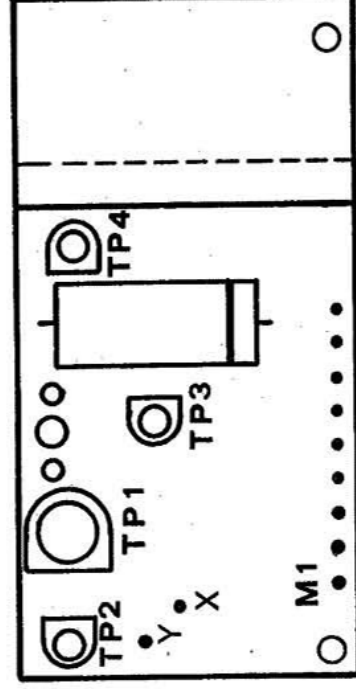

BILD 5
gemessen zwischen M 1 (—) und C 19 (+) Bild 5
gemessen zwischen M 1 (—) und B (+) Bild 5
5. Eingestellt wird diese Dreiecksspannung mit TP 4. (Bild 5)
Balken gelten für 331/3, die unteren für 45 Umdrehungen.) Wenn das nicht der Fall ist, stellen Sie die richtige Tourenzahl mit dem TP 3 ein. (Bild 5)
Im Fall A das Trimpotentiometer TP 1 (Bild 5) von unten um etwa  $90^\circ$  bis  $120^\circ$  im Uhrzeigersinn drehen, das Gerät einschalten und TP 1 langsam im Gegenzeigersinn verstellen, bis das Gerät ausschaltet.
c) **Neueinstellung:** Voltmeter anschliessen, Minuspol an M 1, Pluspol an X auf der Prüfplatte. Gerät einschalten (Tourenzahl  $33\frac{1}{3}$  U/min.). Tonarm auf Anfang des Feldes mit Auslaufrillen-Steigung 1,6 mm (Lenco-Prüfplatte 722, Seite A) aufsetzen. Stellt das Gerät nach einigen Umdrehungen ab, TP 2 (Bild 5) im Gegenzeigersinn verstellen und Vorgang wiederholen. Der Tonarm bewegt sich nun über das ganze Auslaufrillenband. Dabei Voltmeter beobachten und höchste angezeigte Spannung ablesen (ca. 0,8 bis 2,2 Volt).
Nun Plusklemme des Voltmeters von Punkt X auf Punkt Y legen (Bild 5). Gerät einschalten, Tonarm auf der Stütze. Mit TP 2 (Bild 5) eine um 0,5 Volt höhere Spannung, als an Punkt X abgelesen, einstellen, d. h. etwa 1,3 bis 2,7 Volt. Anschliessend Kontrolle nach a und b wiederholen.
Alle Spannungen sind gegen Punkt M 1 (Bild 5) gemessen mit Voltmeter, dessen Eingangswiderstand grösser als 1 MOhm pro Volt ist.